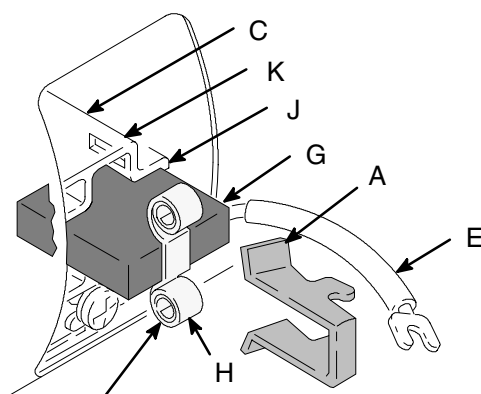

Fig. 6
- Fig. 6. Montera den nya borsten (G) med ledningen i det långa spåret (J) på borsthållaren (C).
- Fig. 6. Sätt fjädern (H) på borsten (G).
- Fig. 6. Montera fjäderklämman (A). Tryck ner så att hakarna går i de korta spåren (K) på borsthållaren (C).